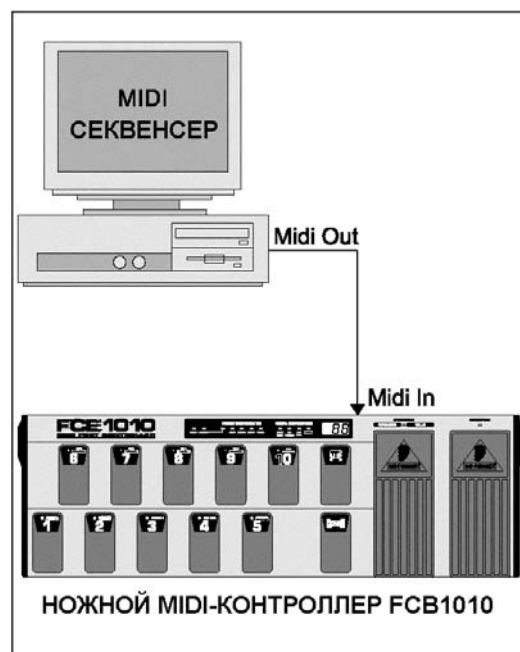

Рис. 2.6: Прием данных SysEx Dump
- ▲ Подключите разъем MIDI IN FCB1010 к разъему MIDI OUT секвенсера/компьютера (см. рис. 2.6).